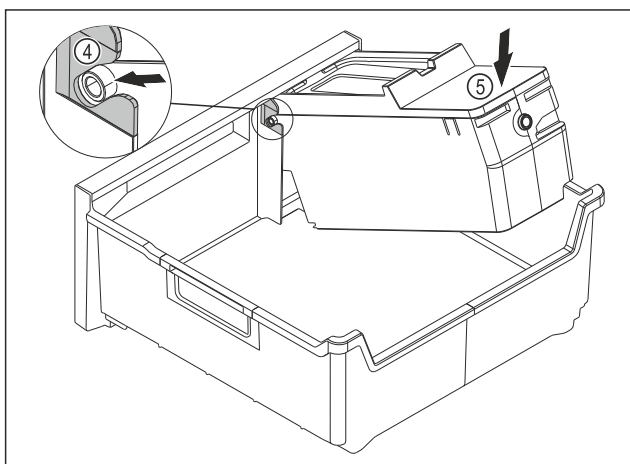

Fig. 175
- ▶ Az EasyTwist-Ice egység testének szerelése: Tolja be az EasyTwist-Ice egység testének tengelyeit a vezetőelemekbe Fig. 175 (4).
- ▶ Nyomja le az EasyTwist-Ice egység testének Fig. 175 (5) hátsó részét.